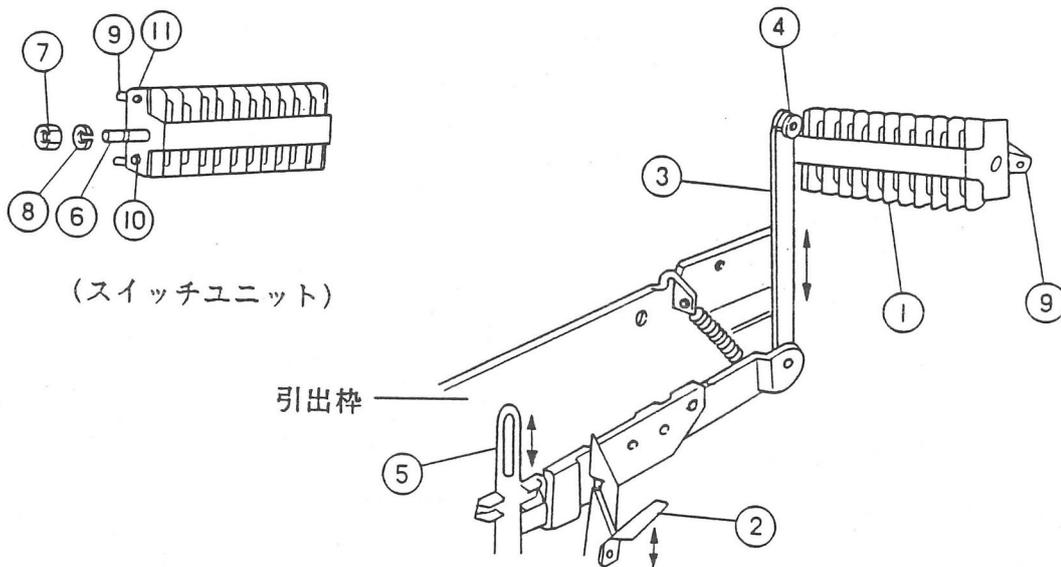
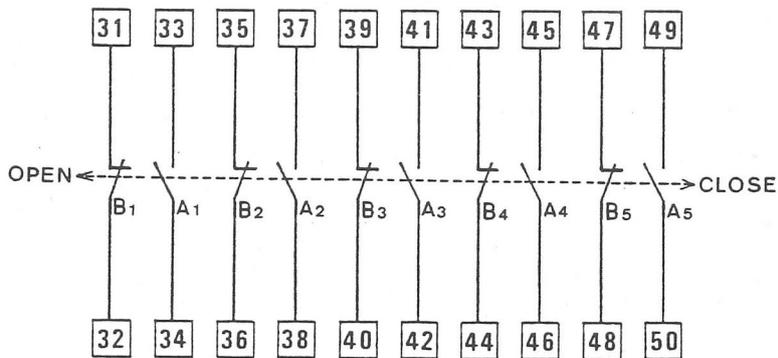

図55. 補助スイッチ外観図
図56. 接点回路構成図
[1]補助スイッチの取外し、取付け（SHEET NO.53 図55、図56参照）
ロックレバー（図55②）を手で下げてロックを解除し、操作スライド板（図55⑤）を手で上下させて、各スイッチの導通の有無をテスターで確認する。
- 11) ロックレバー（図55②）を手で上げてロックして下さい。